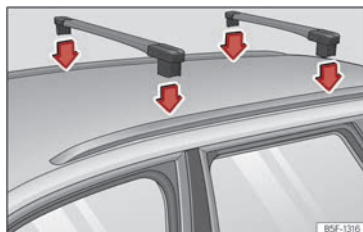

Abb. 210 Befestigungspunkte der Querstangen für den Dachgepäckträger (Leon Sportstourer).
Gültig für Leon Sportstourer: Die Querstangen werden an der seitlichen Dachreling angebracht »» (Abb. 210). Der Abstand zwischen den Querstangen (A) muss etwa 75 cm betragen und der Abstand der vorderen Querstange zur vorderen Halterung der Dachreling (B) muss 30 cm betragen.